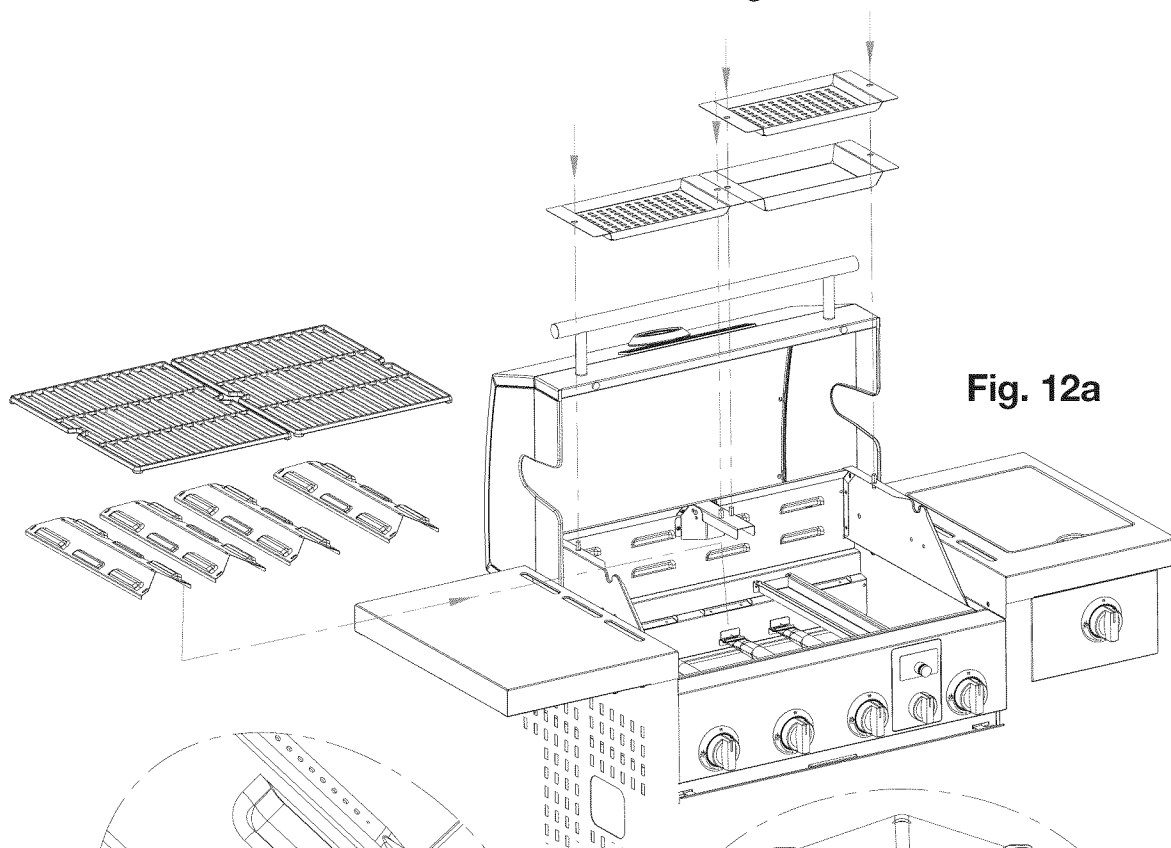

Fig. 12a
2. Coloque las rejillas de cocción sobre los soportes de las rejillas como se indica en la **Fig. 12a**.
3. Introduzca los canastos de calentamiento y la bandeja de calentamiento en la parte superior de la cámara de combustión como se muestra en la **Fig. 12a**.